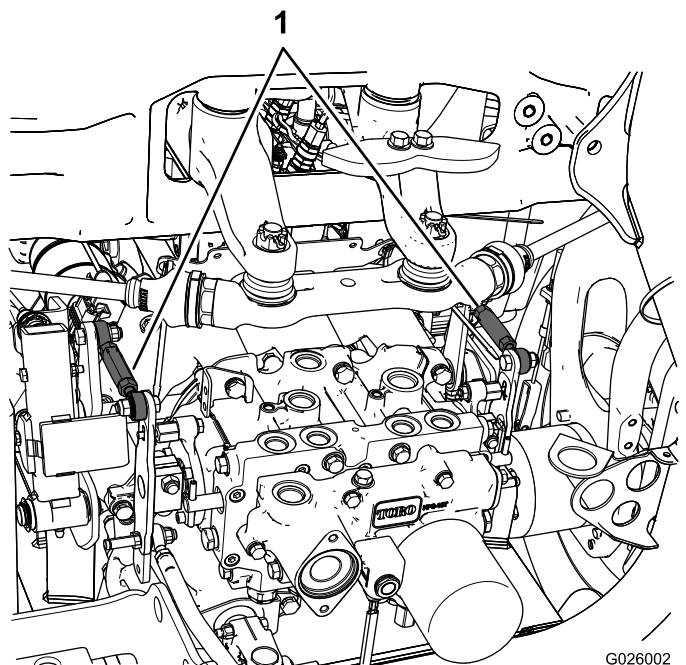

Figura 50
- Se o pneu traseiro esquerdo estiver rodar, desaperte as porcas de bloqueio na barra de controlo da transmissão do lado esquerdo (Figura 50).